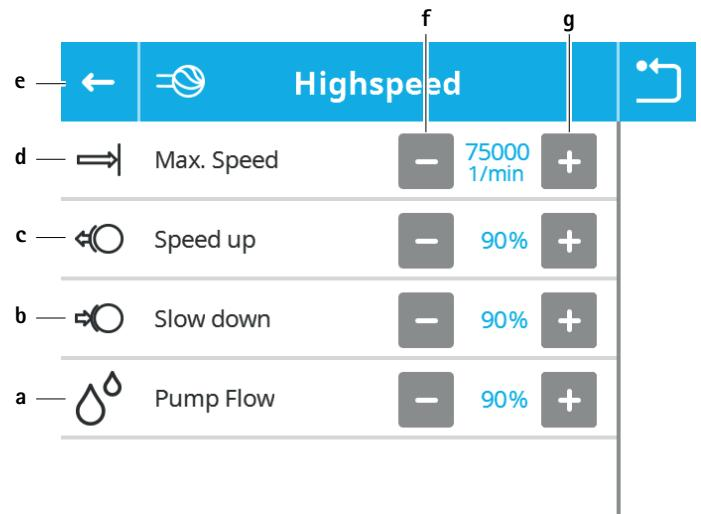

Fig. 10 Motorinställningar – vald typ av användningsdel
- Undermenyn för vald typ av användningsdel öppnas, se Fig. 10.